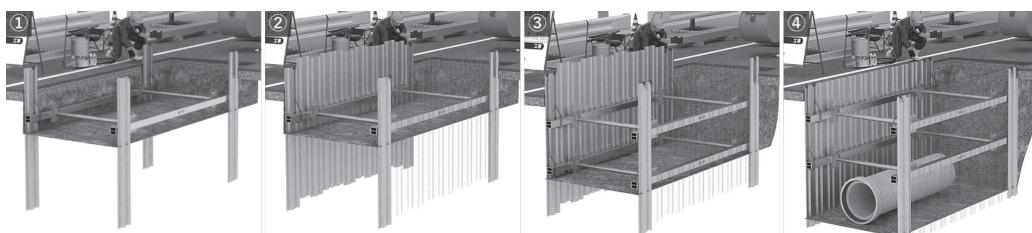

図1 軽量鋼矢板工法 設置手順
1. 軽量鋼矢板工法(図1)
①予掘りして親矢板を建て込んだ掘削溝に腹起しをチェーンなどで吊り下げて、地表面から所定の位置に水平に保持します。さらに地上か